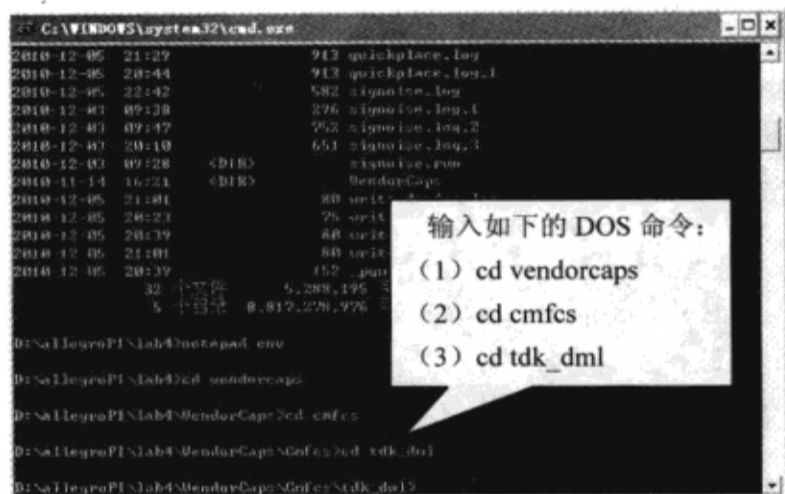

图 10-6-40 进入 tdk\_dml 文件夹
(1) 进入 TDK 电容器供应商的目录, 在 DOS 命令提示符窗口中输入图 10-6-40 中所示的命令, 改变当前目录为 TDK dml 文件所在的目录。